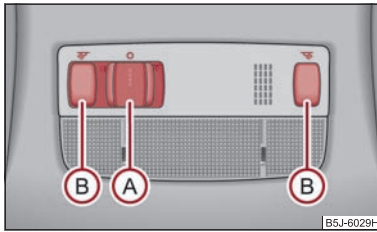

Abb. 39 Innenbeleuchtung - Variante 1
- Drücken Sie den Schalter **A** zur Mitte der Leuchte, es erscheint das Symbol **O** ⇒ Abb. 39.
- Drücken Sie auf einen der Schalter **B** ⇒ Abb. 39, um die rechte oder linke Leseleuchte ein- bzw. auszuschalten.